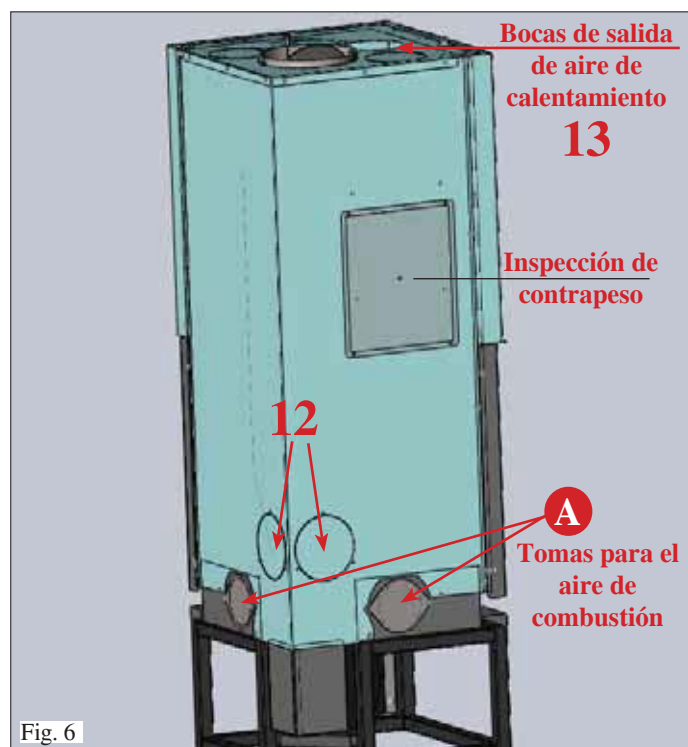

Fig. 6
Para que funcione la estufa correctamente es esencial que el aire de combustión llegue al hogar por medio de un tubo que conecta el ambiente externo con una de las tomas (A) situada en los laterales (fig. 6) y en la parte inferior (fig. 7).